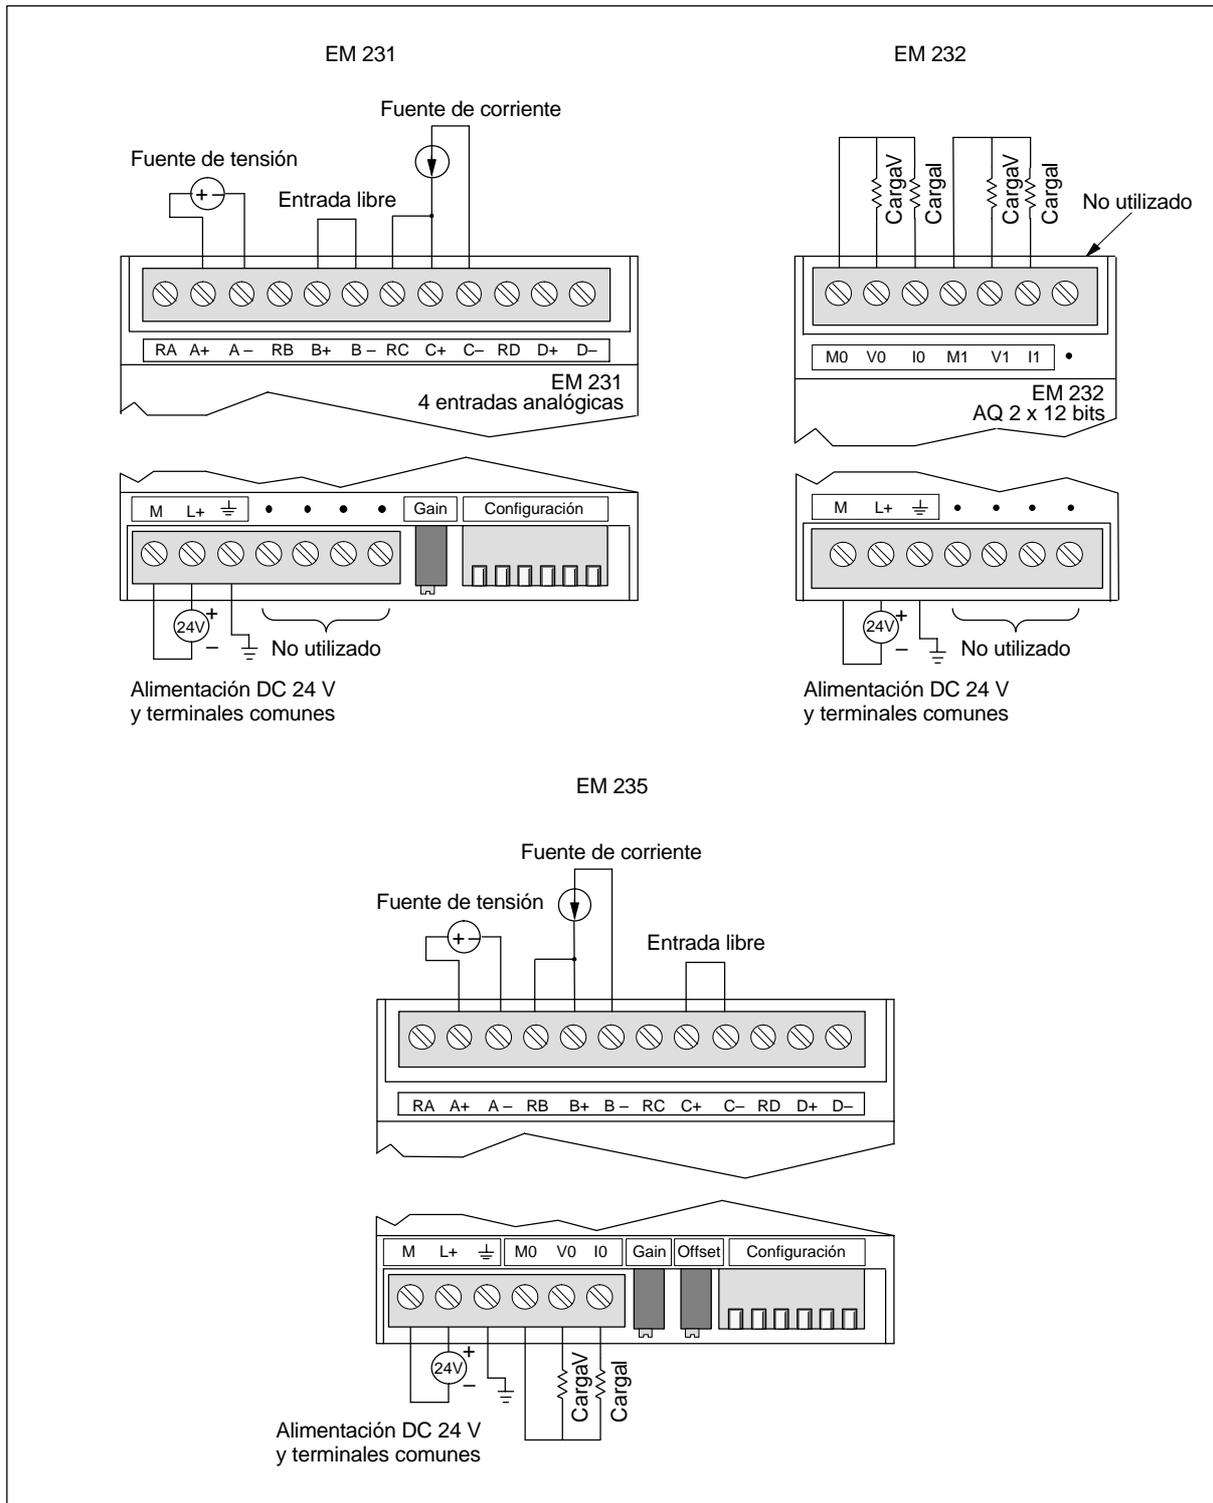

Figura A-19 Identificación de terminales de conexión para los módulos de ampliación EM 231, EM 232 y EM 235
- Desvíe las entradas de los canales no utilizados, como muestra la figura A-19.